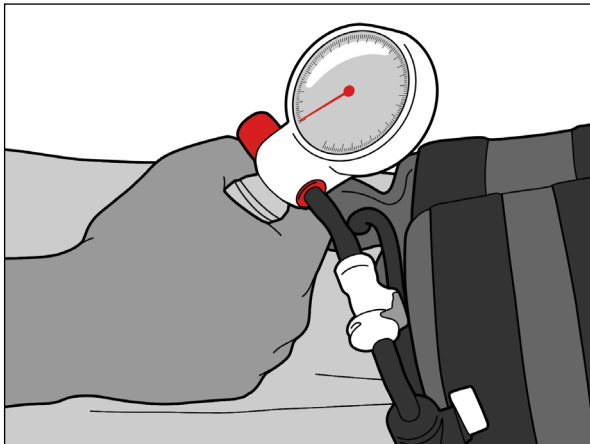

Fig. 16
3. Gonfiare la camera d'aria alla pressione desiderata premendo ripetutamente la pompa (Fig. 16).